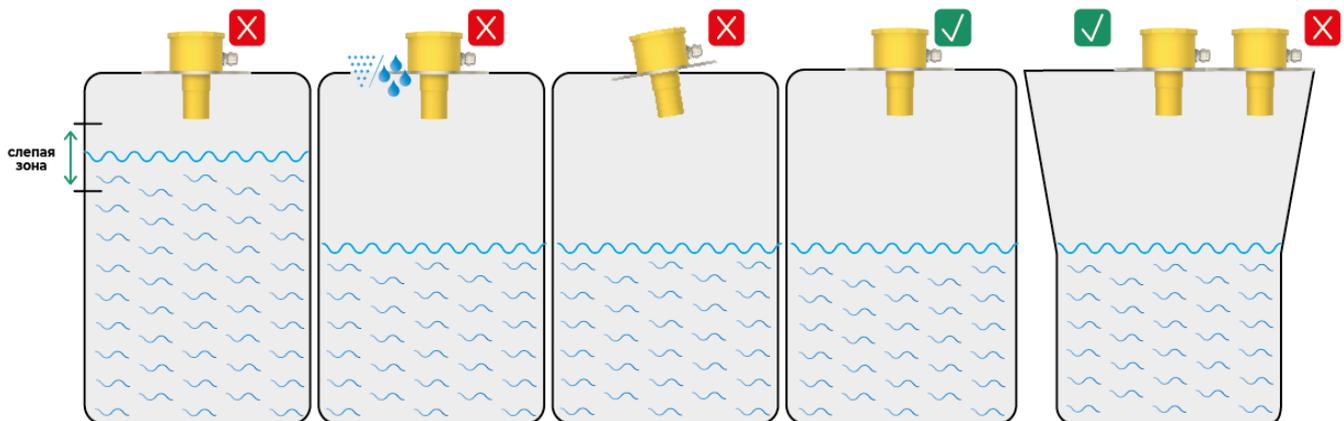

Рисунок 14 – правила установки ДНУ
2.10.2 Рисунок 14 иллюстрируют правила установки ДНУ: